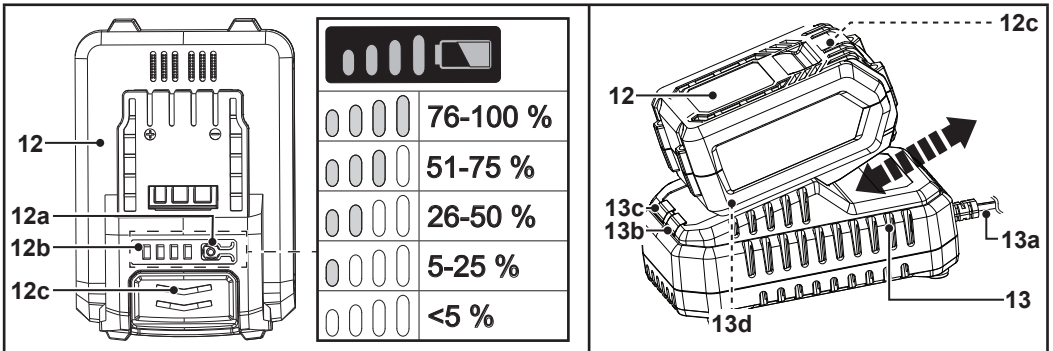

Fig. 3
1. Pulse el botón de capacidad de la batería (12a) (Fig. 3).
2. Los LED del indicador de capacidad de la batería (12b) permanecerán encendidos durante aproximadamente 10 segundos (Fig. 3).
1. Conecte el enchufe (13a) del cargador (13) a una fuente de alimentación adecuada.
2. Alinee la batería (12) con el puerto de conexión de la batería (13d) y deslícela hasta que encaje en su sitio (Fig. 3).
4. **Una vez finalizada la carga:** Sujete el cargador (13) en su posición con una mano. Presione el botón de liberación (12c) y extraiga la batería (12) (Fig. 3).